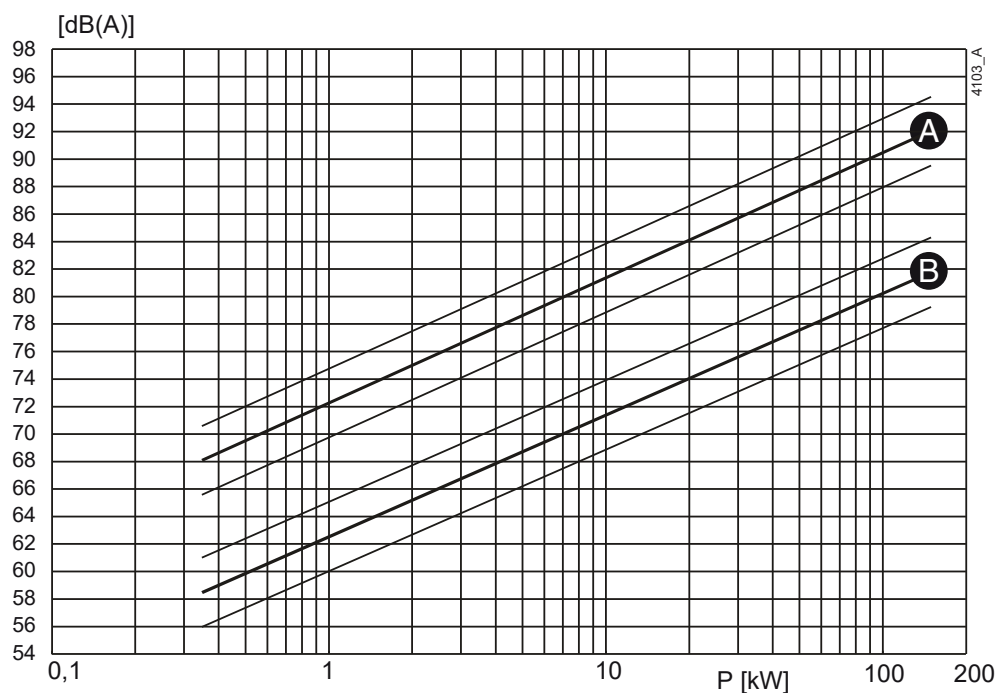
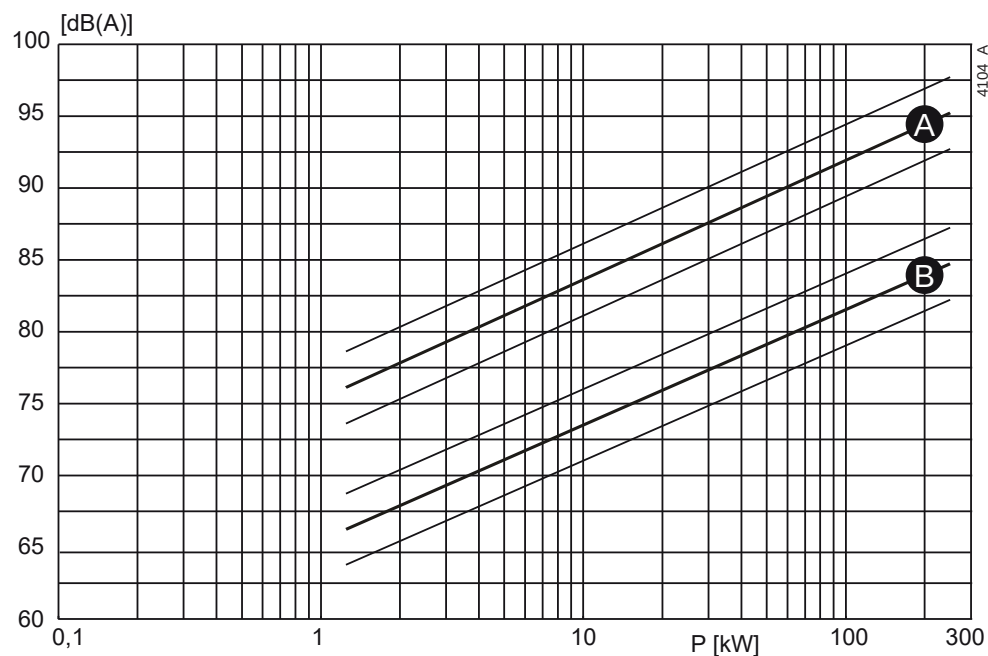

Bild 51: Ljudnivå som funktion av pumpeffekt [kW] vid 1450 min⁻¹
Bild 52: Ljudnivå som funktion av pumpeffekt [kW] vid 2900 min⁻¹
- 1 Bestäm ljudnivå (L_1) för pumpen bild 51 eller bild 52.